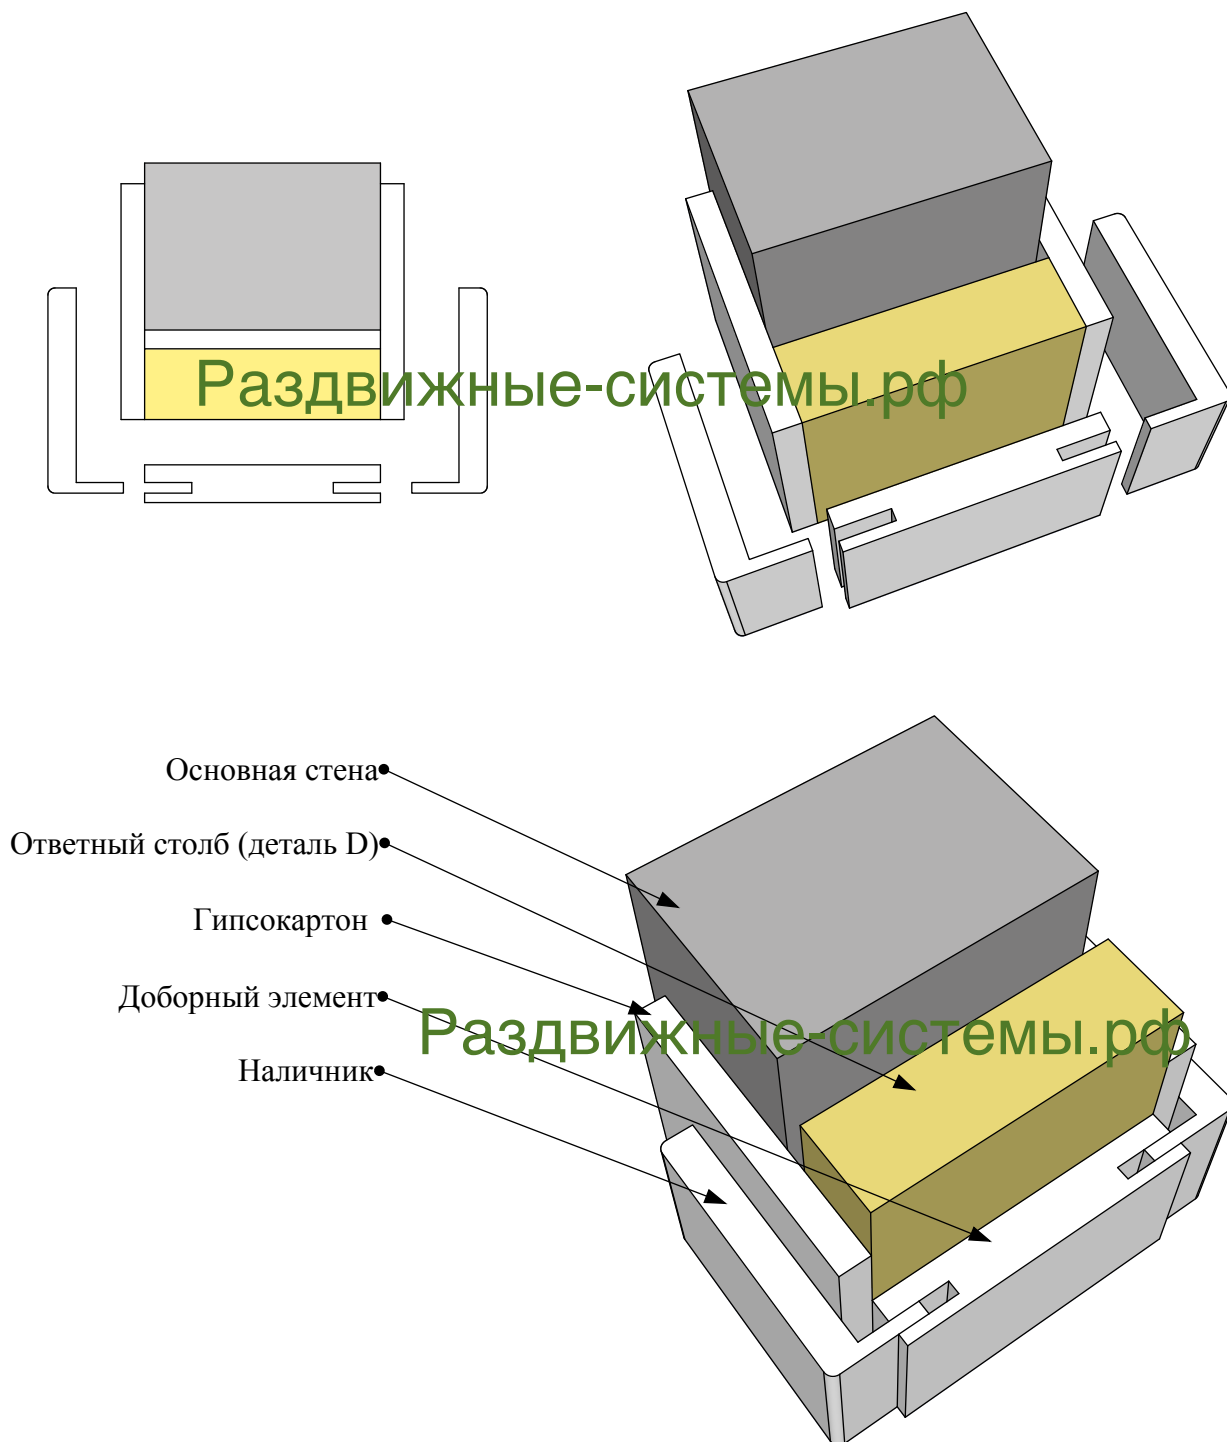

Рисунок 17
1. Если ширина доборного элемента позволяет перекрыть ширину встречного столба (деталь D) + 2 толщины гипсокартона (Рис. 17).